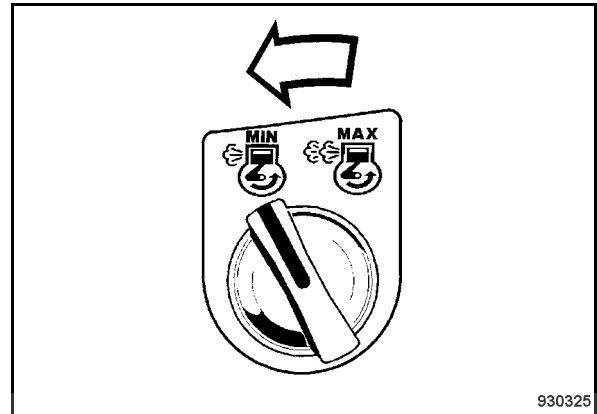

Fig. 60
- Tourner la touche rotative pour le régime du moteur vers la gauche sur position "MIN" (ralenti) (Fig. 60).